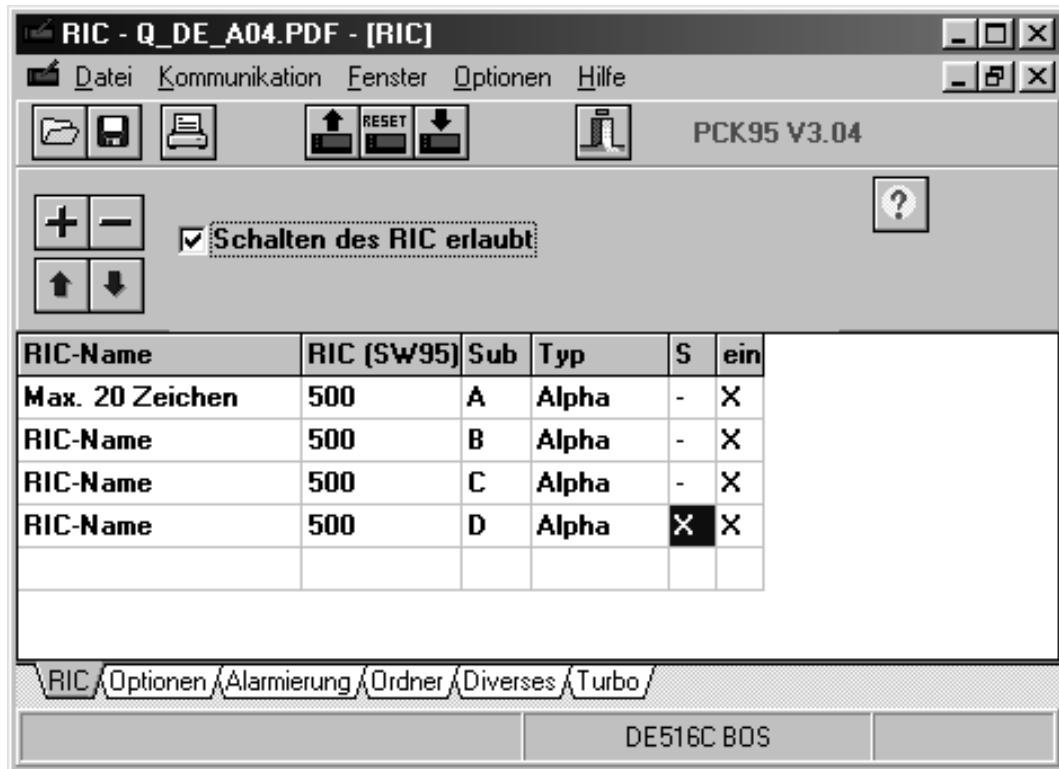

Abbildung 8 : RIC-Editor
2. Selektieren Sie mit der linken Maustaste das gewünschte Feld (bsp. RIC-Name), das Sie editieren möchten (Siehe Abbildung 8). Im oberen Teil des RIC-Editors erscheint eine Eingabezeile mit einer entsprechenden Beschriftung, welche Ihnen einen Hinweis gibt, welches Feld Sie gerade bearbeiten. Es ist nicht mehr notwendig, den Mauszeiger in das Eingabefeld zu bewegen. Sie können direkt mit der Eingabe beginnen. Falls Sie ein Feld ausgewählt haben, das nur beschränkte Auswahlmöglichkeiten zulässt (Bsp. Subadresse), erscheint im Eingabefeld ein Auswahlkasten mit Pfeil. Wenn Sie mit der linken Maustaste auf den Pfeil klicken, erscheint eine Liste aller möglichen Eingaben.